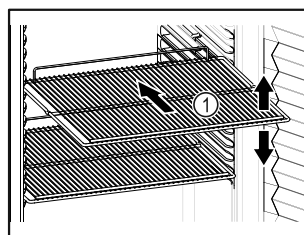

Fig. 57 Приблизне відображення
- Якщо решітки для зберігання Fig. 57 (1) знімні, відрегулювати по висоті.